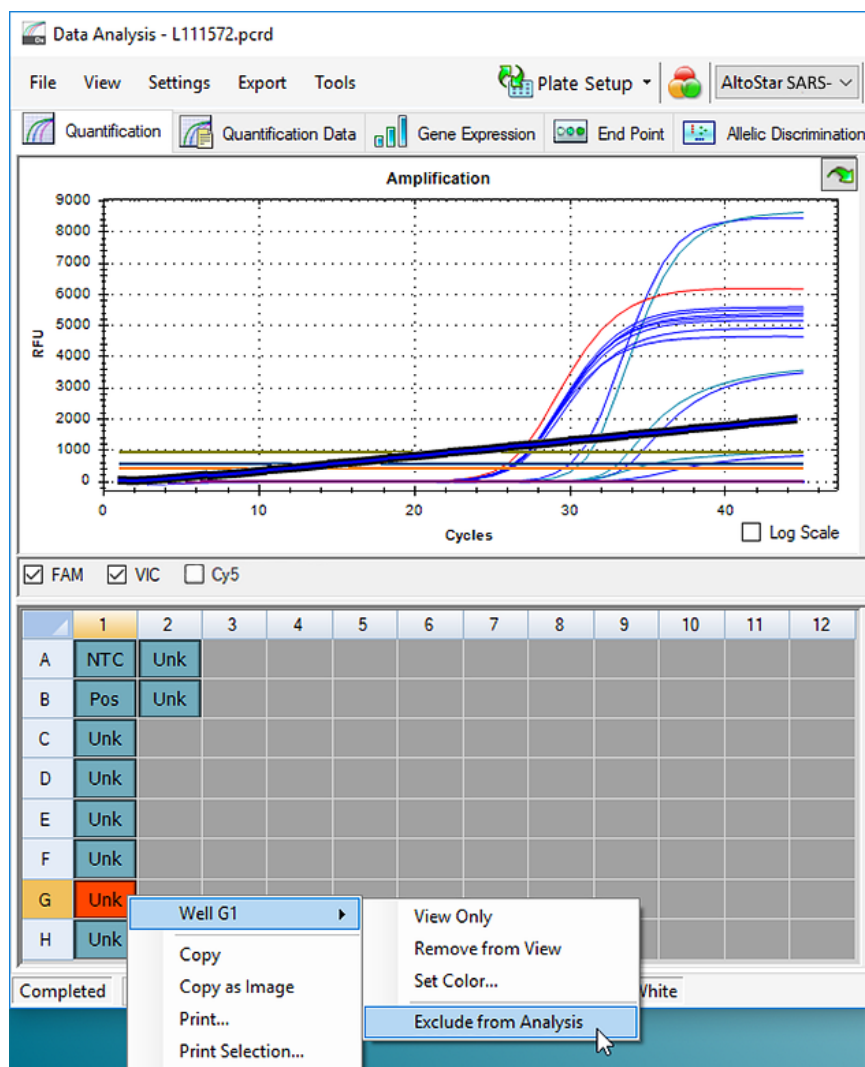

Figure 7: Fenêtre Data Analysis (Analyse des données) : exclure le puits de l'analyse
3. Cliquez avec le bouton droit de la souris sur chacun des puits concernés et sélectionnez **Well** → **Exclude from Analysis** (Puits... → Exclure le puits de l'analyse) (voir la figure 7).